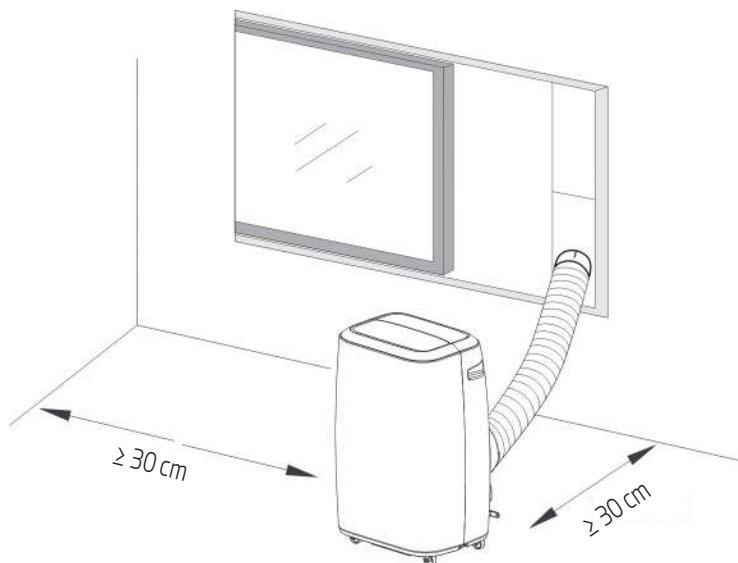

Fig. 8
- Un climatiseur mobile doit être installé dans un endroit plat sans rien autour. Ne bloquez pas la sortie d'air, et la distance requise tout autour doit être d'au moins 30 cm. (Voir Fig. 8)